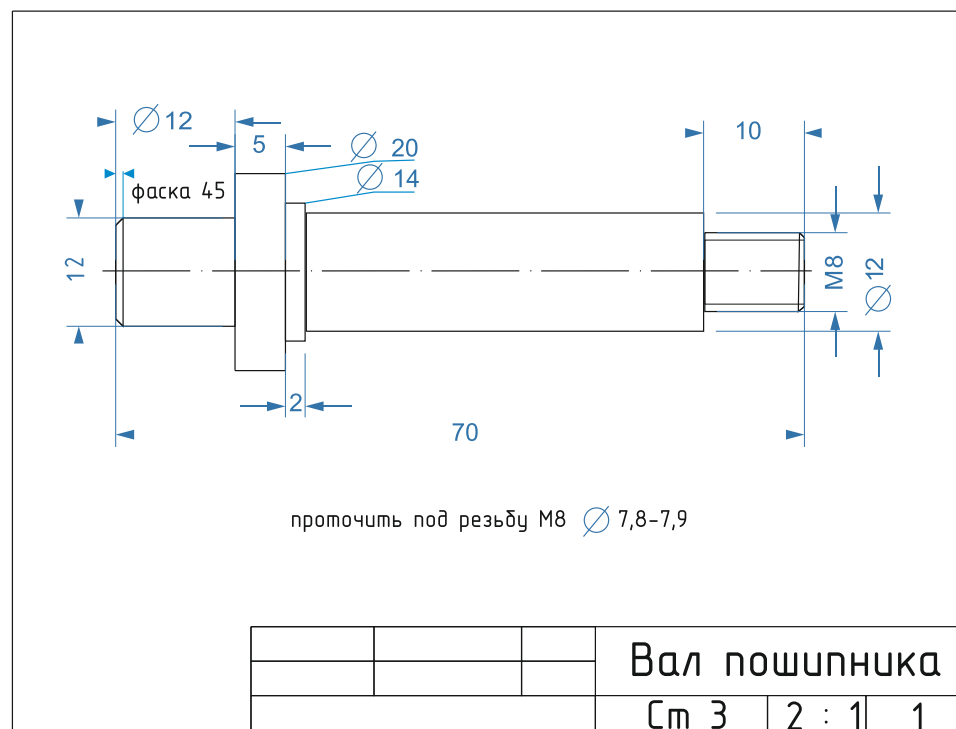

Рис. 1. Чертеж Вал подшипника
2. По чертежу изготовить Вал подшипника (рис. 1).